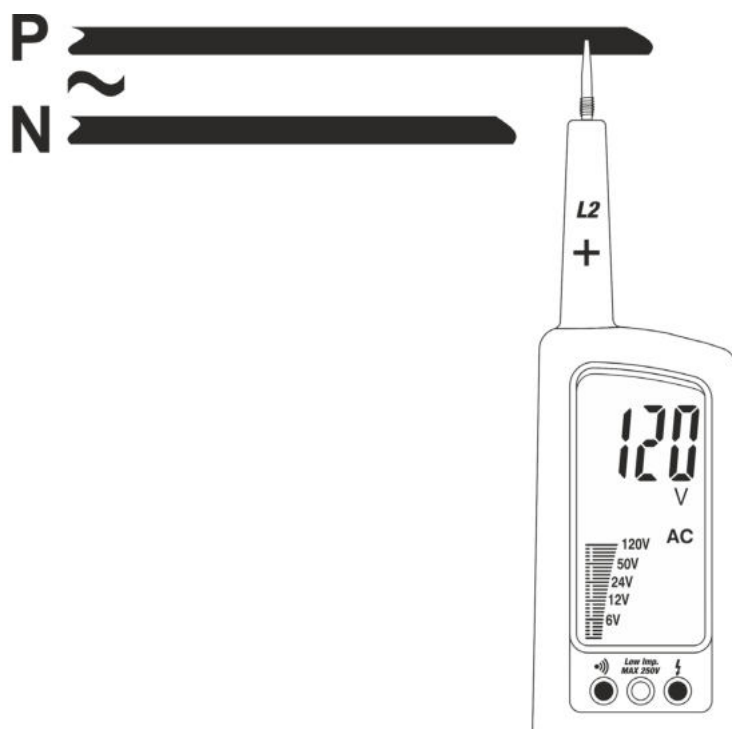

Fig. 5: Détection de Tension CA avec 1 fil
2. Connectez la sonde **L2** à l'objet à tester (voir Fig. 5). La mesure est effectuée **uniquement lorsque la sonde est en contact avec des conducteurs sous tension**